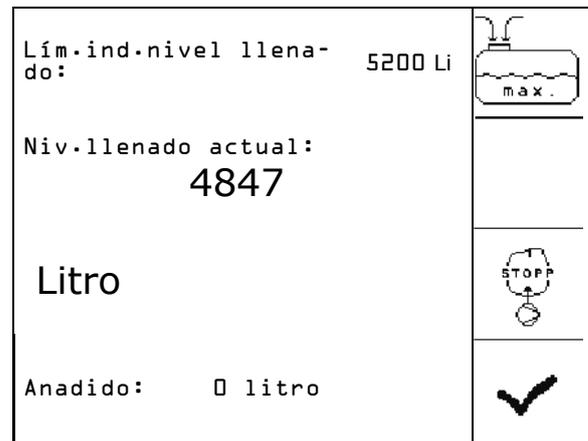

Fig. 71
1.  Activar el menú de llenado (Fig. 71).